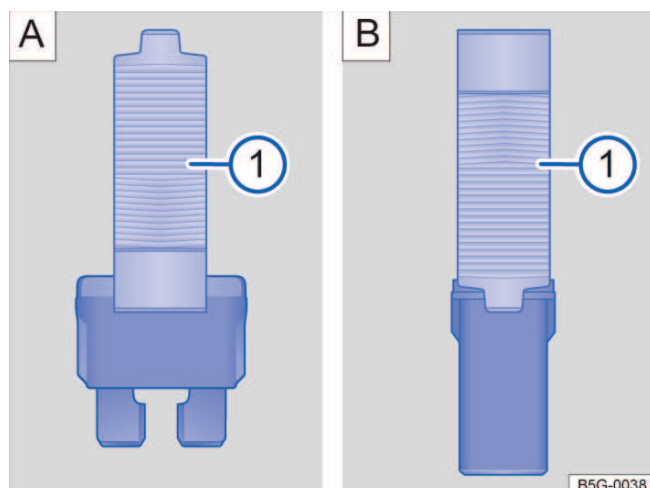

Fig. 145 Retirar ou colocar o fusível com a pinça de plástico: **A**: fusível plano, **B**: fusível de bloqueio.
- Se necessário, retirar a pinça de plástico → Fig. 145 **A** ① da cobertura da caixa de fusíveis.
- De acordo com a versão do fusível, colocar as garras adequadas do alicate plástico → Fig. 145 **A** ① ou → Fig. 145 **B** ① lateralmente no fusível.